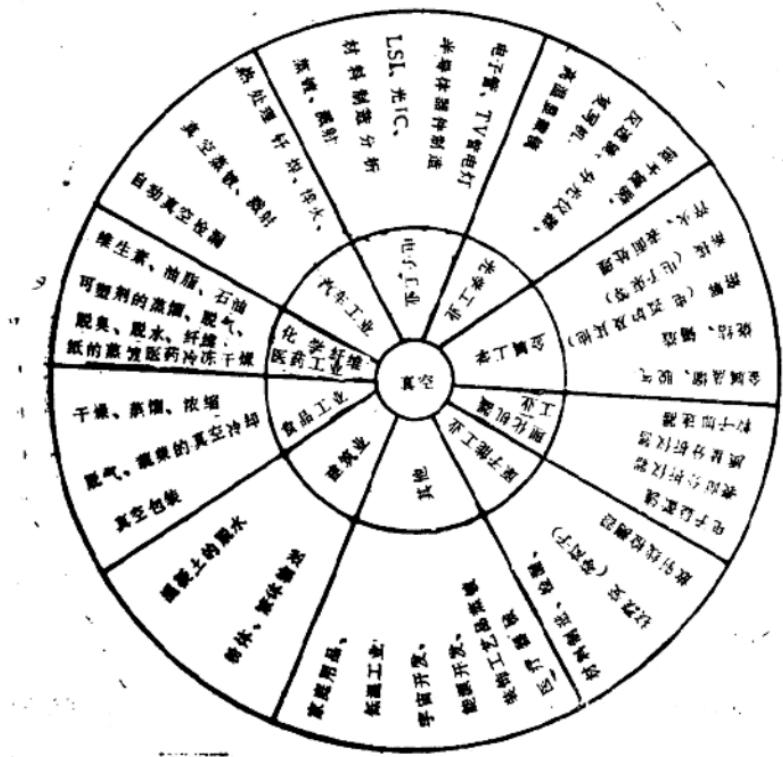

图 1 真空的应用。
(2) 从工业角度来看也离不开真空。如图1所示，早在40~50年前，主要是白炽灯和电子管工业。因此，油旋转泵和油（或水银）扩散泵发挥了主要作用。在第二次世界大战期间，真空还被用于维生素和青霉素等药品的处理，同时还广泛应用于透镜的镀膜等光学工业。